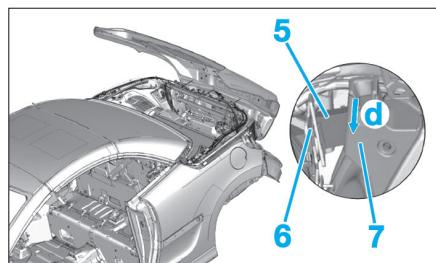

Fig. 135
- Le deuxième opérateur doit serrer les vis (2).
- Desserrer les vis (6) (Fig.135).
- Descendre les butées (5) en appui sur le support (7) de toit escamotable suivant "d".
- Resserrer les vis (6).
- les vis (2) à  $2,5 \pm 0,6$  daN.m,
- les vis (6) à  $0,4 \pm 0,08$  daN.m.